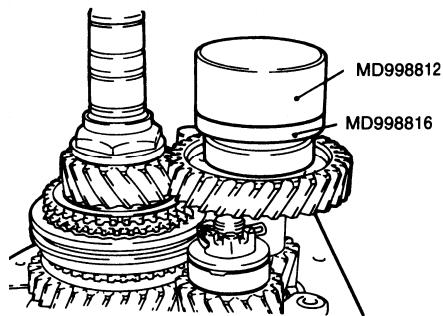

图 3-69 安装中间轴后轴承
(16) 如图 3-69 所示, 用专用工具安装中间轴后轴承。